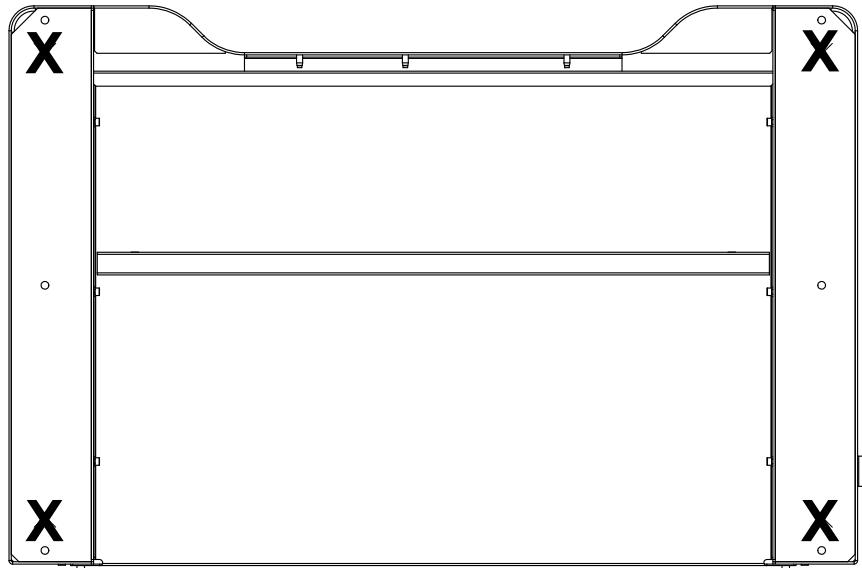

Abbildung 26. Auf der Unterseite des Rahmens ist die Position der Rahmenfüße zu sehen
7. Nehmen Sie die Fuße des Rahmens zur Hand, die entfernt wurden, um den Rahmen am Versandgestell zu befestigen. Nehmen Sie die rohrförmigen Halterungen an der Rückseite des Rahmensockels ab und bringen Sie die Rahmenfüße an den in angegebenen Stellen an (Abbildung 26 auf Seite 87).